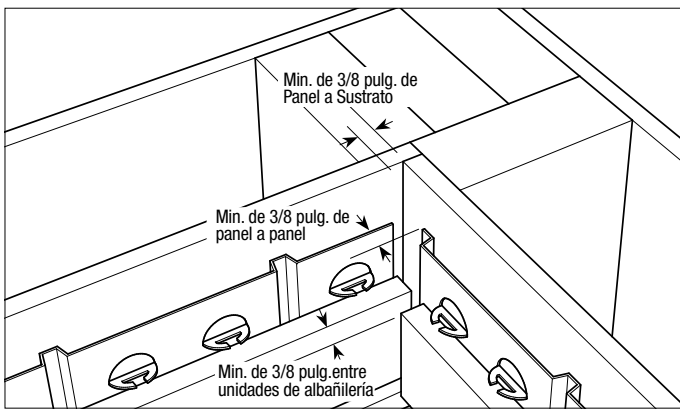

FIGURA 12
- En las esquinas interiores, mantenga un espacio de 3/8 pulg. entre el extremo de cada ladrillo y la superficie de ladrillo, panel o sustrato que se cruzan (vea la Figura 12).